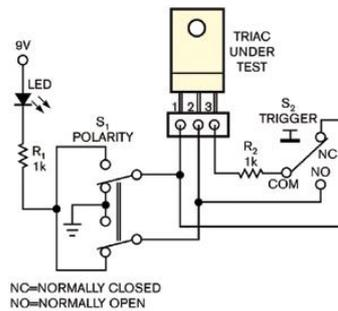

图 11 电路原理图
②从根本上解决通常如图 11 电路原理图所产生的问题。从图 11 看出，以前实验者们往往会通过一个开关下面的电路来转换测试信号的极性，此方法略微“笨拙”，且持续时间上不好把控。